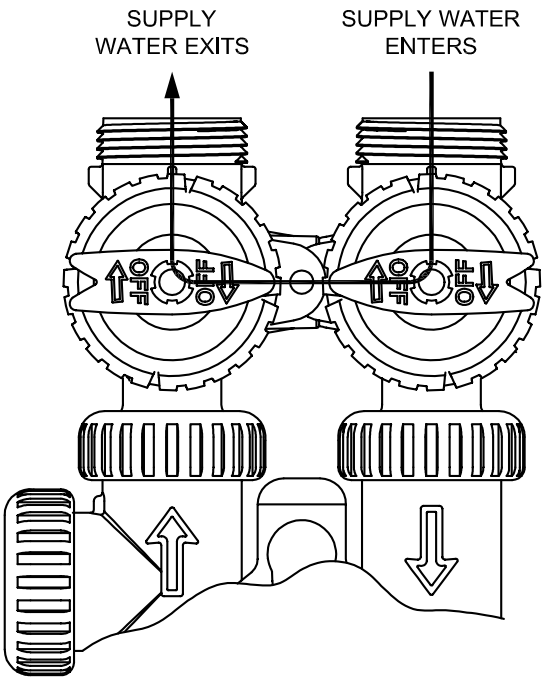

Figura 3
- 3. Posizione di diagnostica:** La manopola d'ingresso è rivolta nella direzione del flusso mentre la manopola d'uscita è direzionata verso il centro della valvola di bypass; la pressione dell'acqua può essere direzionata verso la valvola di controllo e l'impianto idraulico mentre l'acqua non può andare dalla valvola di controllo all'impianto idraulico. (Vedere Figura 3)